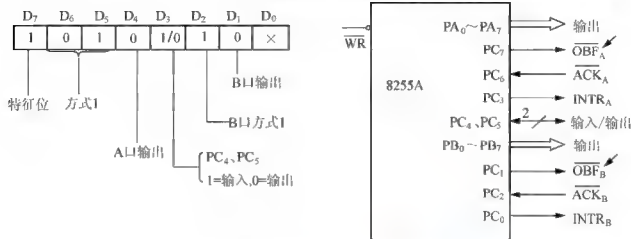

图 7.7 方式 1 下 A 口、B 口均为输出
- ① 当外设准备好数据送到A口线上时,发出 $\overline{STB}=0$ 的信号。
- ② 8255A 接收到此负脉冲信号后自动完成:一是将数据输入到输入缓冲/锁存器;二是将内部的IBF置位,使IBF变为高电平,通知外设已收到数据。
- ③ 8255A 在检测到 \overline{STB} 变为高电平、 $IBF=1$ 和 $INTE=1$ 同时有效时,置位INTR,向CPU申请中断。
- ④ 在响应中断后,进入中断服务子程序读取8255A端口数据,在 \overline{RD} 的下降沿将INTR复位。本次输入结束,可进入下一次输入操作。
(2) 方式1A口、B口均为输出方式,其控制字格式和连接图如图7.7所示。